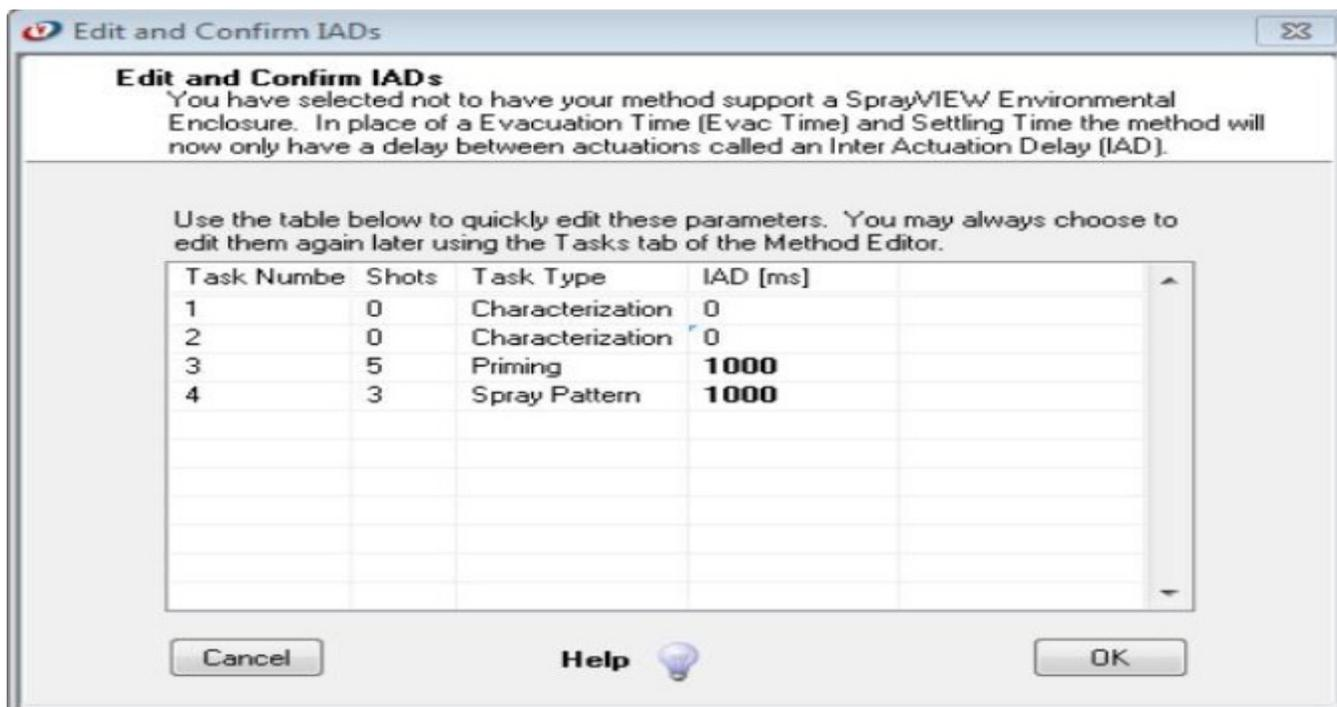

Figura 83. Edite e confirme IADs.
- Se necessário, edite e confirme as configurações do *IAD* (ou Tempos de Evacuação/Assentamento) para o método mostrado abaixo conforme Figura 83, antes de finalizar o processo de importação.